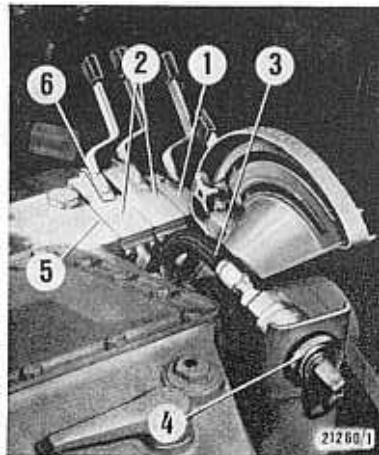

Fig. 46
En plus du distributeur principal régissant le vérin hydraulique et piloté par la manette H 1 (Cf. Fig. 32) la centrale hydraulique du tracteur pourra être dotée de distributeurs complémentaires, sans interdépendance, et jusqu'à concurrence de 3, permettant de commander des vérins extérieurs, flasqués au bloc du vérin hydraulique ⑤ Fig. 46.
Pour éviter un actionnement involontaire des distributeurs complémentaires durant le transport d'un outil ou durant la non-utilisation des vérins extérieurs, les manettes de commande des distributeurs complémentaires sont dotées de sécurités ⑥ (Fig. 46).